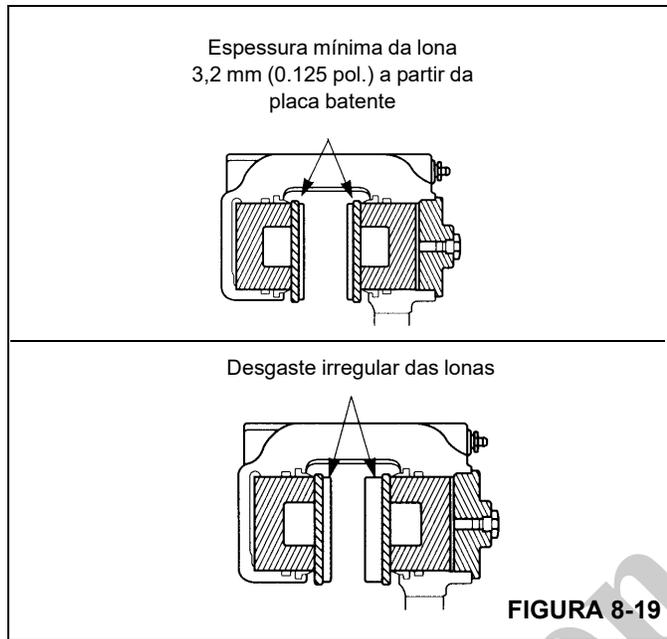

FIGURA 8-19
- Desgaste da lona: Substitua as lonas quando sua espessura for inferior a 3,2 mm (0.125 pol.) a partir da placa traseira. Consulte a Figura 8-19.
- Desgaste irregular das lonas: Substitua as lonas se a espessura das duas lonas for significativamente diferente. Verifique se os pistões estão operando corretamente. Substitua o pistão e/ou a carcaça se um pistão ficar preso no furo. Verifique se a superfície do disco está plana e paralela aos revestimentos. Consulte a Figura 8-19.